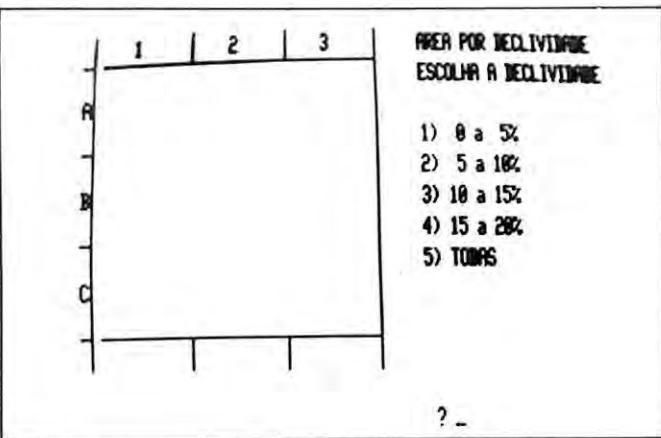

Figura 2
- as deformações das linhas retas, figura 2 por exemplo, resultam da curvatura do vídeo e da distância entre este e a máquina fotográfica.